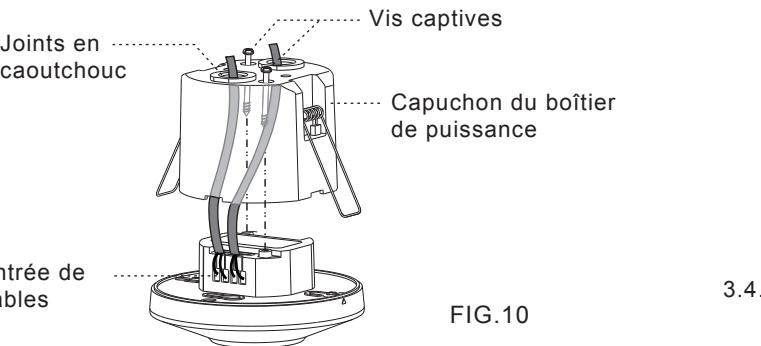

FIG.10
- 3.4.2.2 Utilisez un tournevis pour casser le joint en caoutchouc situé sur le capuchon du boîtier de puissance, puis passez les câbles dans le trou (Voir la FIG.10).